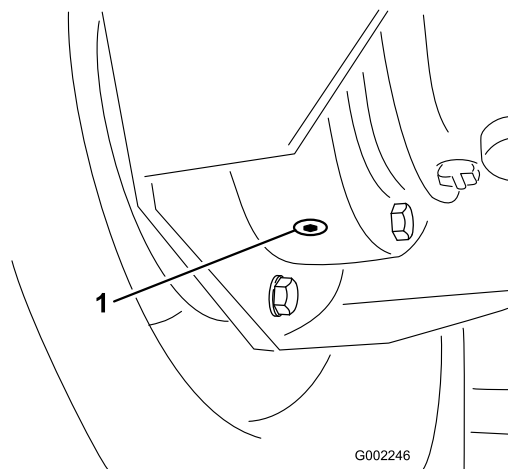

图 82
4. 在刹车外壳处的内侧排油塞下放置一个放油盘然后拆下排油塞图 82。